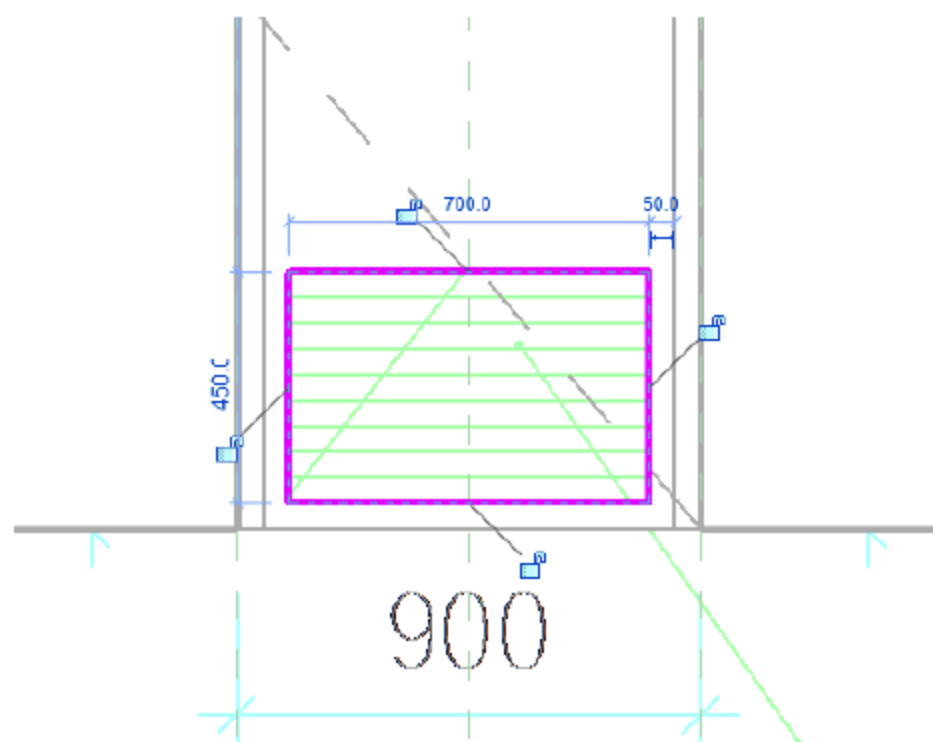

图 6.1.26 绘制百叶窗洞
(26) 绘制百叶窗洞。选择“创建”→“拉伸”命令，进入“修改 | 编辑拉伸”界面，用菜单中的绘制工具将百叶窗洞绘制完成，单击√按钮，完成绘制，如图 6.1.26 所示。